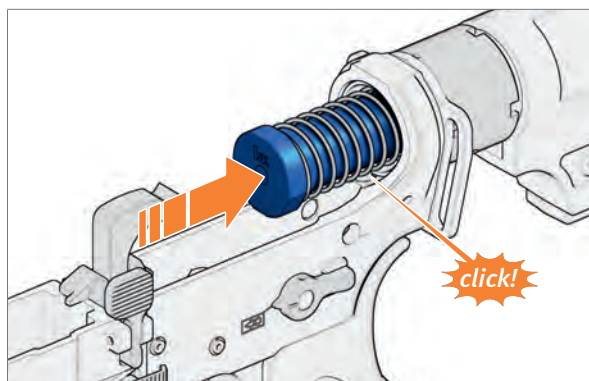

Abb. 122: Puffer mit Schließfeder in die Schulterstütze einsetzen
2. Puffer mit Schließfeder in die Schulterstütze einsetzen (Abb. 122).